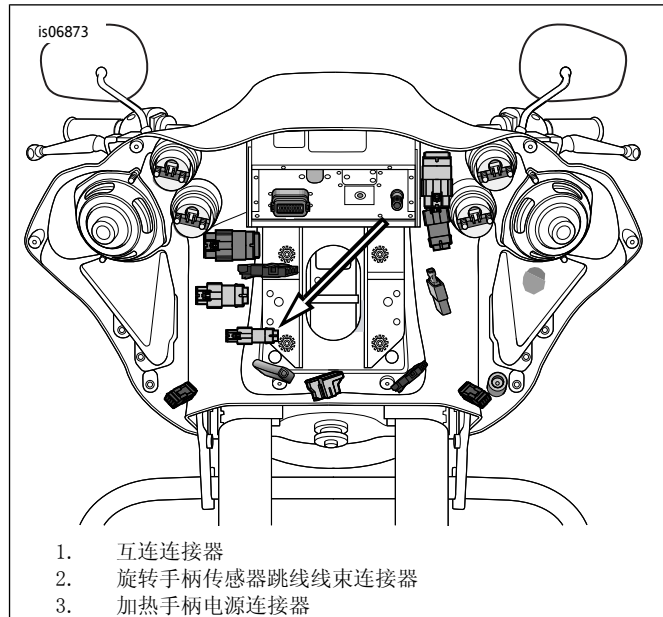

图7。旋转手柄传感器跳线线束连接器(FLTR车型)
4. > 参见图7。将右侧手柄上的TGS连接器半体连接到线束连接器半体。